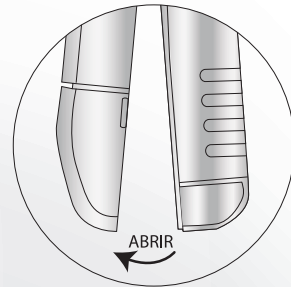

FIGURA 2
- 4** Tire suavemente de la cubierta para separarla de la base. (Ver figura 2).